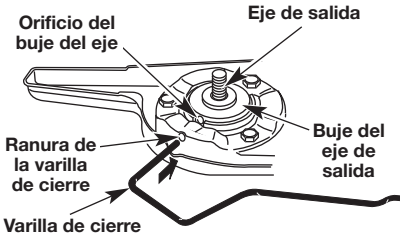

Fig. 11
- Alinee el orificio del buje del eje con la ranura de la varilla de cierre e inserte la varilla de cierre en el orificio del buje (Fig. 11).